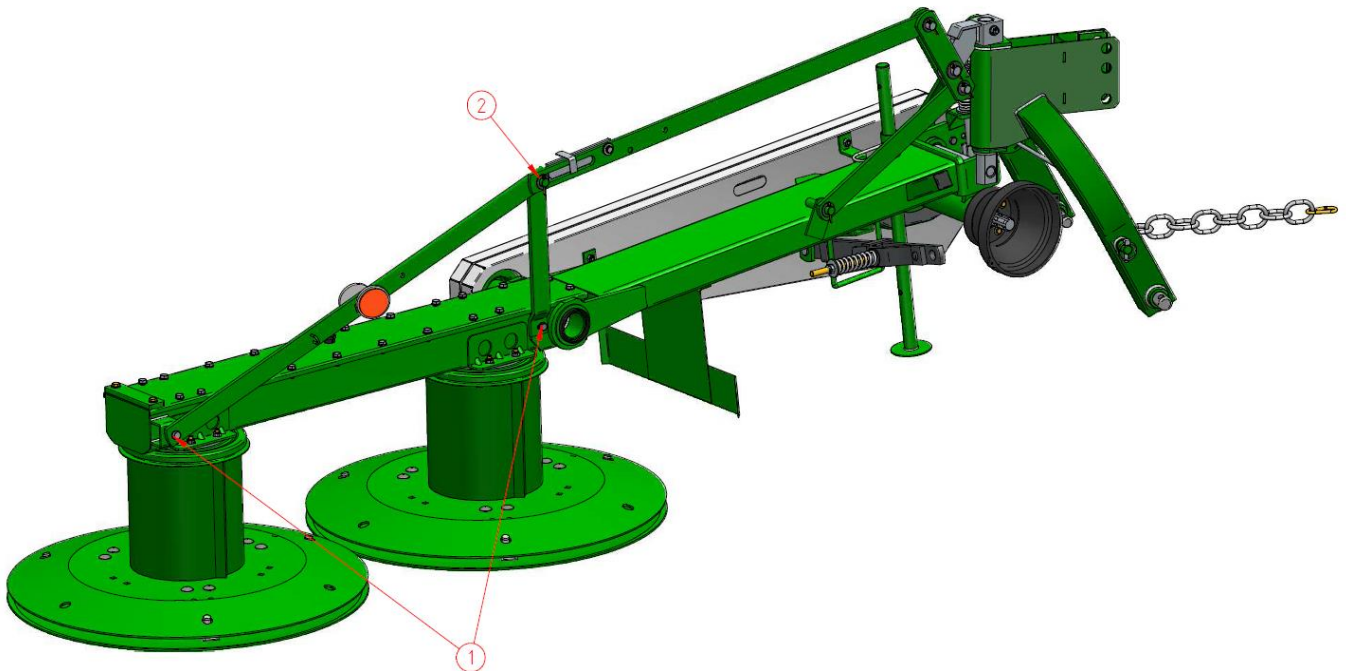

Abbildung 40 Montage der Schutzabdeckung - STUFE IX
- Gefräste Stange von der Klinge-Stange trennen (bei Hydraulik-Variante: mit Hydraulikzylinder) (Abb. 40, Pos.2),
- Schrauben abnehmen, die die Klinge-Stange mit dem Hauptträger verbinden (Abb.40 Pos.1) und Klinge-Stange von der Maschine abbauen.